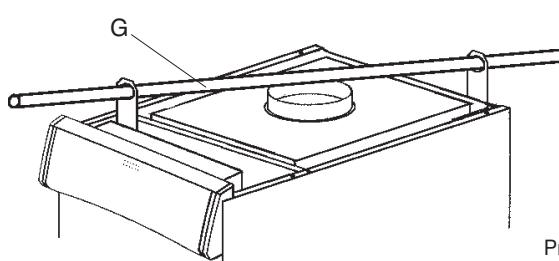

Рис. 2.11
- поднимите котел с помощью трубы G на 1", вставляемой в такелажные проушины (Рис. 2.11);